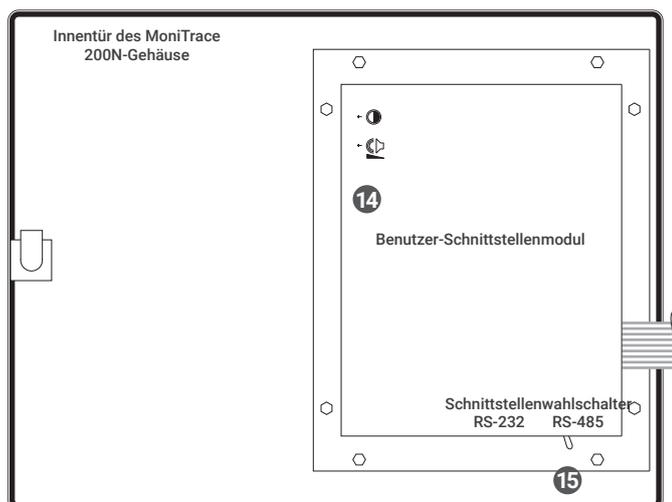

Abbildung 2.19 Schnittstellenwahlschalter (RS-232 oder RS-485)
Um das MoniTrace 200N auf eine RS-485 Schnittstelle umzustellen, schiebt man den Schnittstellenwahlschalter (15) auf dem Benutzer-Schnittstellenmodul auf Position RS-485, wie in Abb. 2.19. dargestellt.
**Hinweis:** Die PC-Schnittstelle (14 in Abb. 2.19.) auf dem Benutzer-Schnittstellenmodul ist nur für Diagnose und Einstellarbeiten vorgesehen. Sie bietet eine bequeme Möglichkeit, einen Laptop mit nVent RAYCHEM MoniTrace Supervisor Software anzuschließen. Wenn diese Schnittstelle benutzt wird, **muß** die Verbindung (soweit vorhanden) zwischen der RS-232 bzw. RS-485 Schnittstelle auf dem lokalen Überwachungsmodul und der Prozeßleittechnik (PLT)/PC unterbrochen werden. Außerdem ist der Schnittstellenwahlschalter auf dem Benutzer-Schnittstellenmodul auf Position RS-232 zu stellen. Nach Abschluß der Arbeiten sind die alten Verbindungen wieder herzustellen und der Schnittstellenwahlschalter ist in die korrekte Position zu bringen.